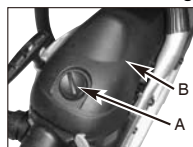

Bild. 15A
- Entfernen Sie den Knopf (A), der die Abdeckung des Luftfilters festhält, entfernen Sie die obere Abdeckung (B), indem Sie die Festhalteschraubend er Abdeckung lösen. Die Abdeckung lässt sich jetzt abnehmen. (Bild. 15A)